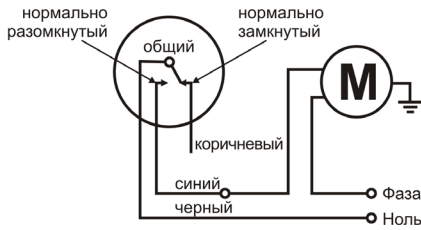
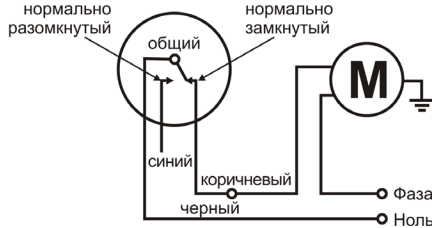

Рис. 2 – Схема подключения на режим наполнения
Рис. 4 – Схема подключения на режим осушения
- 1.3. Подключите кабель поплавок-ного выключателя к электронасосу согласно нужной схеме подключения (рис. 2 или рис. 4)
- 2.1. Подключите синий провод поплавок-ного выключателя к электронасосу, а черный – к нулю, как показано на рис. 2.
- 3.1. Подключите коричневый провод поплавкового выключателя к электронасосу, а черный – к нулю, как показано на рис. 4.